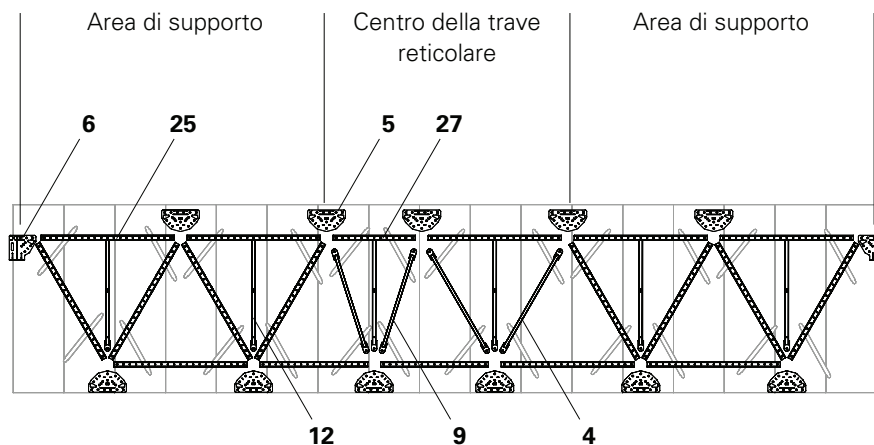

Fig. A2.06
1. Posizionare tutti i componenti necessari sulla superficie di montaggio nel punto specificato nei disegni di montaggio. (Fig. A2.06)